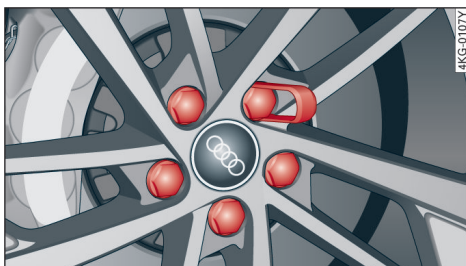

图 176 车轮：车轮螺栓及封盖
- ▶ 把（随车工具中的）塑料卡子尽量插入到封盖上直至卡住⇒ 图 176。